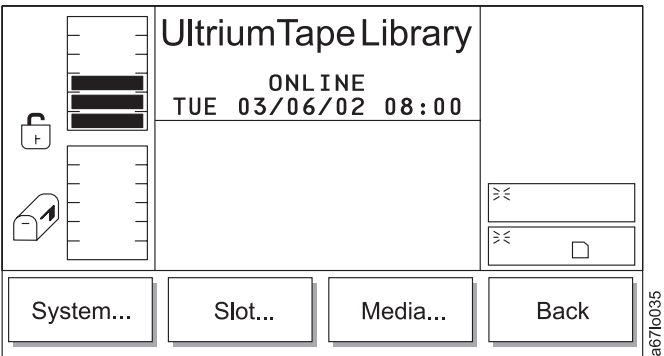

Abbildung 82. Kassettenarchivuntermenü
- Wird **Library** ausgewählt, erscheint das Kassettenarchivuntermenü (siehe Abb. 82 auf Seite 106).
Tabelle 31. Übersetzung von Abb. 82, Kassettenarchivuntermenü
- Wird **OK** ausgewählt, erscheint das Kassettenarchivuntermenü (siehe Abb. 82 auf Seite 106).
- Wird **Cancel** ausgewählt, erscheint das Kassettenarchivuntermenü (siehe Abb. 82 auf Seite 106).